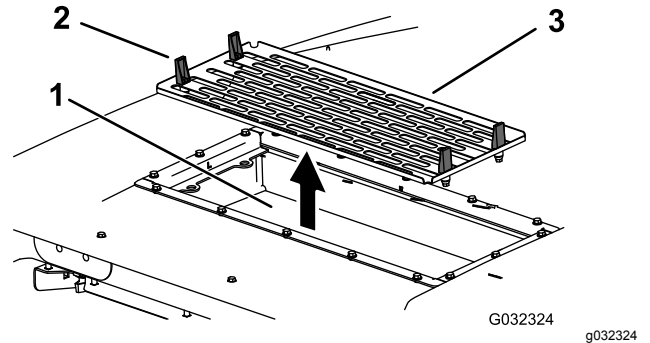

**Bild 117**
- 7. Bauen Sie Luftfilter, Gitter und Klimaanlage wieder ein (Bild 116, Bild 117 und Bild 118).
- 8. Schließen Sie das Kabel jedes Lüfters an (Bild 117).